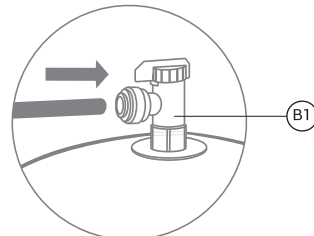

Рис. 15
5. Подсоедините пластиковую трубку к вентилю: вставьте пластиковую трубку в фитинг до упора (рис. 15); для герметизации соединения приложите дополнительное усилие, при этом трубка утопится еще примерно на 3 мм и будет плотно обжата резиновым кольцом фитинга;